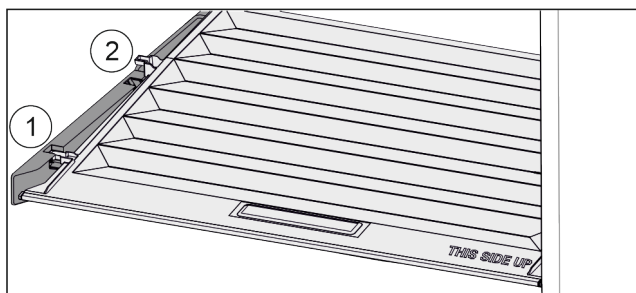

Fig. 83
- ▶ Træk dækslet fremad til åbning i holdedelene Fig. 83 (1).
- ▶ Løft nedefra og bevæg det opad og ud Fig. 83 (2).